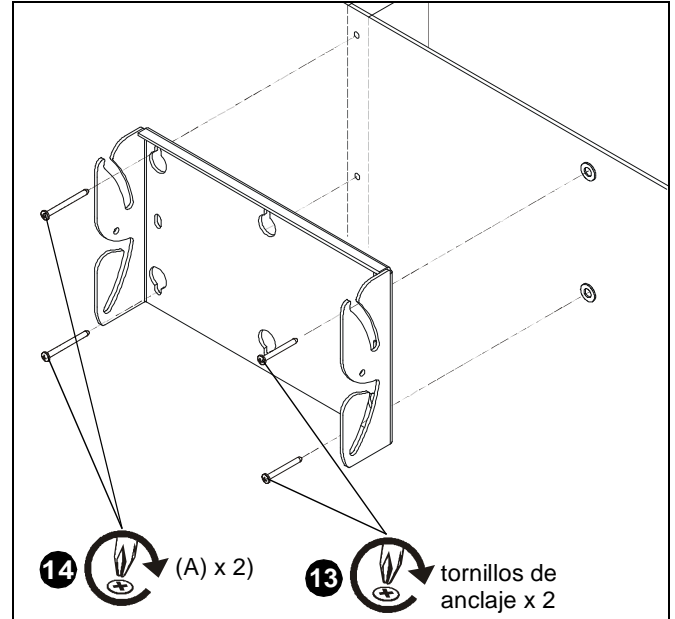

Figura 6
12. Quite y retenga los tornillos de anclaje de los anclajes (N).
13. Inserte los tornillos del anclaje a través del soporte de pared (P) e instale en los anclajes colapsados (N). (Consulte la Figura 6)
14. Instale dos tornillos Phillips autoperforantes #10 x 64 mm (2 1/2") (A) a través del soporte de pared (P) y hacia el montante de madera. (Consulte la Figura 6)